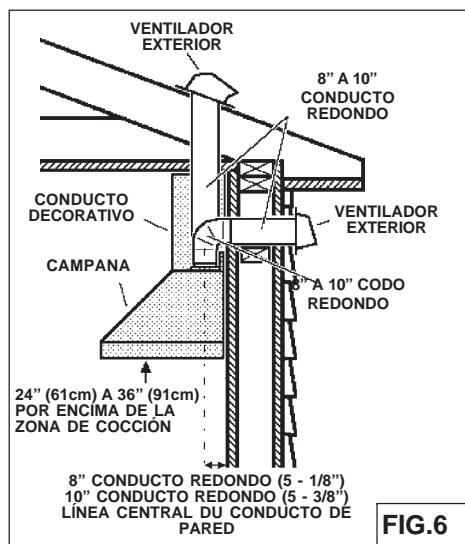

FIG. 6
4. Instale una cubierta ó una tapa. Conecte 8" WPPIQ (o 10" WPPIQT) conducto redondo de metal a la cubierta y retroceda hasta la posición de la campana. Use une cinta para precintar las juntas entre las partes del entubado (Fig.6).